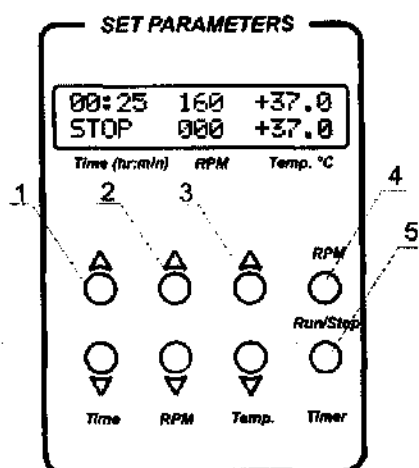

Рис.1 Панель управления
4.3 С помощью соответствующих кнопок «▲» и «▼» (рис. 1/1) установите необходимый интервал времени в часах и минутах (шаг – 1 мин). Если кнопка удерживается нажатой длительное время, шаг смены значений увеличивается.
4.4 С помощью соответствующих кнопок «▲» и «▼» (рис. 1/2) установите необходимое количество оборотов в минуту (шаг – 10 об./мин).
4.5 С помощью соответствующих кнопок «▲» и «▼» (рис. 1/3) установите необходимую температуру (шаг – 0.1 °C). Если кнопка удерживается нажатой длительное время, шаг смены значений увеличивается.
4.7 Нажмите кнопку **RPM-Run/Stop** (рис.1/4). При этом начинается движение платформы, и таймер начнет отсчет установленного интервала времени (с точностью до 1 мин).
- 4.10 При необходимости можно перезапустить таймер во время работы. Для этого дважды нажмите кнопку **Timer – Run/Stop** (рис. 1/5) (первый раз для остановки таймера, второй - для повторного запуска).
- По истечению заданного интервала времени движение платформы прекращается автоматически, но термостатирование можно отключить, только сокращая температуру кнопкой **Temp.** "▼" (рис. 1/3 – нижняя кнопка) до появления индикации **OFF** в верхней части дисплея (Т, °С).